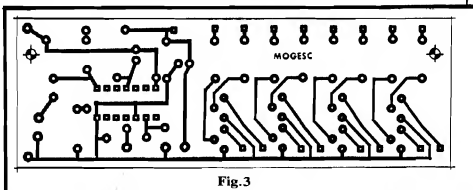

Fig.3
- **FIG. 3 - LAY OUT DO CIRCUITO IMPRESSO ESPECÍFICO (PLACA DE APOIO)** - Propositamente elaboramos o desenho com boa "folga", de modo a não complicar a vida do iniciante... A elaboração da plaquinha não será difícil, mesmo aos Leitores sem muita prática, bastando copiar diretamente o desenho (está em tamanho natural - escala 1:1), promovendo, em seguida, a traçagem, corrosão, furação e limpeza necessárias...